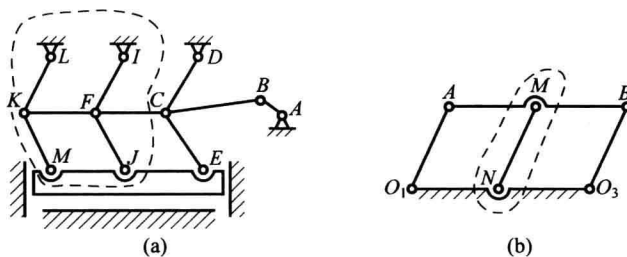

图 1.12 题 1.1.14 图
(4) 存在 1 个构件同时与 2 个以上构件组成运动副,而其中任意 2 个运动副都使该构件上各点产生相同的运动轨迹,如图 1.12(a)所示的机构中,滑块上下运动由多组构件带动,去除任意两组(如虚线范围中的 LKM , IFJ)运动轨迹不变;如图 1.12(b)所示,构件 AB 上有 3 个转动副,去掉任意 1 个及其附带构件(如虚线范围内的 MN)都不影响其轨迹。